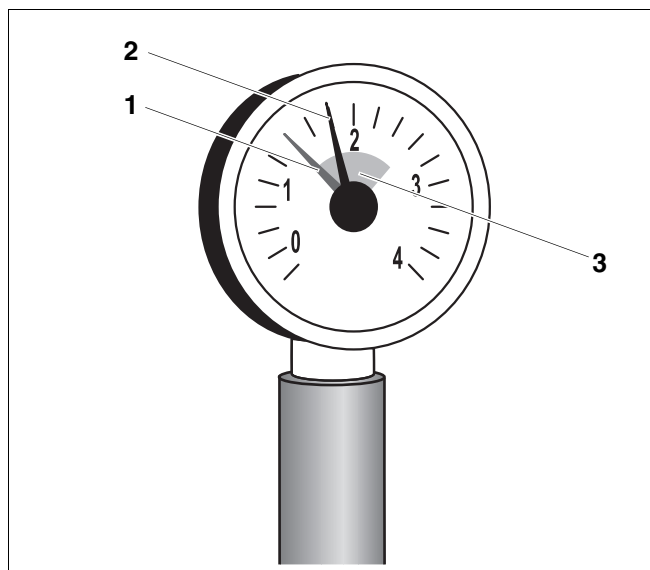

fig. 4 Manómetro para instalações de aquecimento fechadas
No caso de instalações fechadas, o ponteiro do manómetro (fig. 4, [2]) deve encontrar-se dentro da marcação verde (fig. 4, [3]). O ponteiro vermelho (fig. 4, [1]) do manómetro deve estar regulado para a pressão necessária para a instalação de aquecimento.
- Se o ponteiro do manómetro (fig. 4, [2]) estiver abaixo da marcação verde (fig. 4, [3]) a pressão da água da instalação de aquecimento é demasiado reduzida. Reabastecer a instalação de aquecimento com água complementar (veja o capítulo 3 "Utilizar água de enchimento e complementar correctas", página 7).